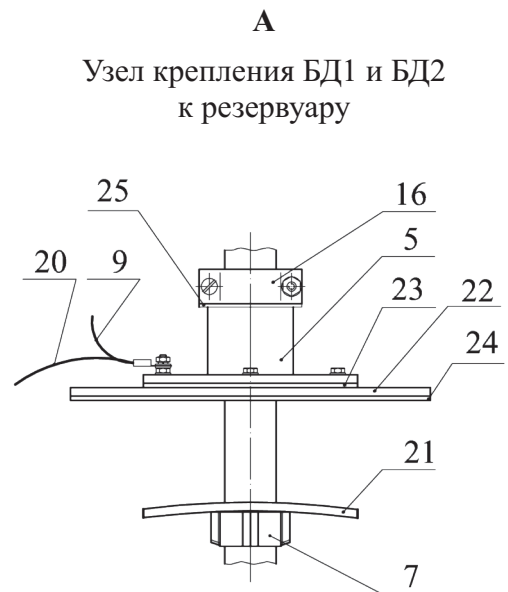

Рисунок 12 - ППП для АПЖ с датчиками уровня, температуры, плотности (погружные) с установкой на два фланца
- ППП для измерения уровня, температуры и плотности (погружные плотномеры) с установкой на два фланца, с высотой разлива до 18000 мм (рис. 12).